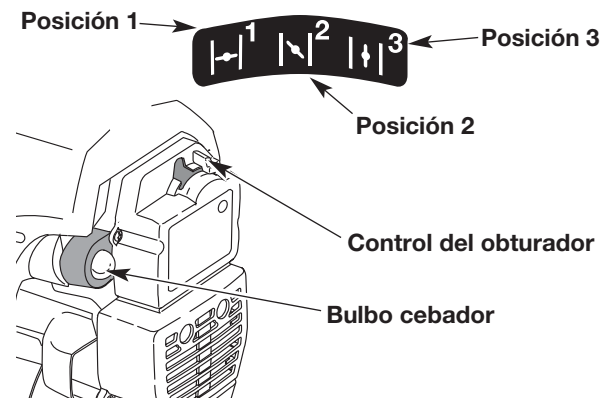

Fig. 11
3. Coloque la palanca del obturador en Posición 1 (Fig. 11).